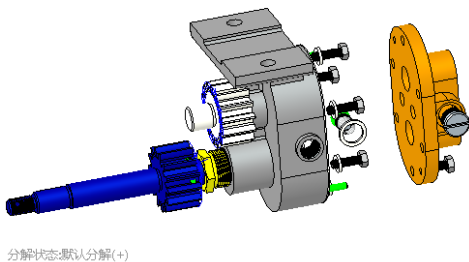

图 8-27 分解动画
- 分解  分解：分解动画使用标准分解状态功能作为动画的基础，演示装配体从整体到分解状态的动画模拟，称为装配爆炸动画，如图 8-27 所示。